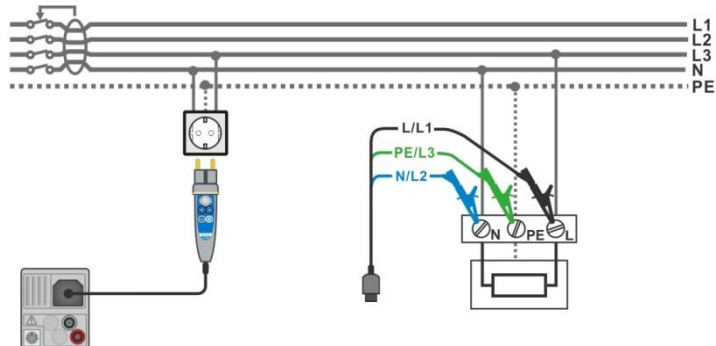

Abbildung 7.97: AUTO TN (RCD) Messung
- › Schließen Sie die Prüflleitungen oder den Commander Prüfstecker am Prüfling an, siehe **Abbildung 7.97**.